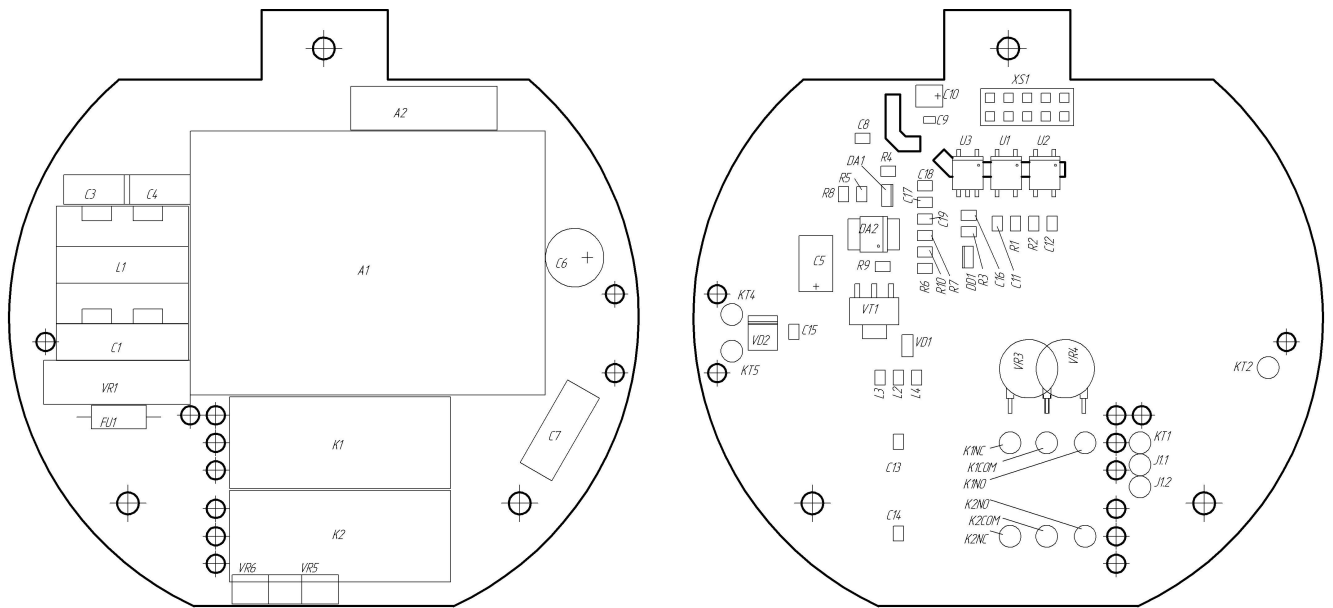
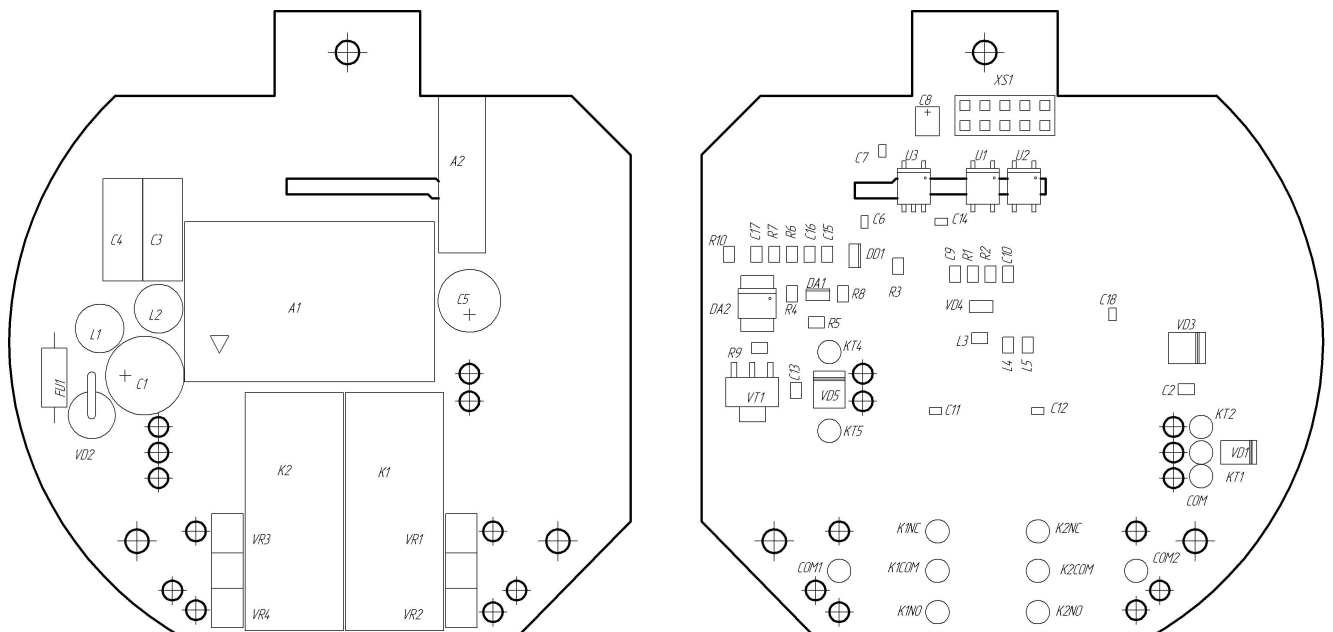

Рисунок 10 - Размещение элементов на плате питания 220 В
Рисунок 11 - Размещение элементов на плате питания 24 В
3.7.3 Рисунок 10 и Рисунок 11 показывают размещение элементов и контактов на плате питания.